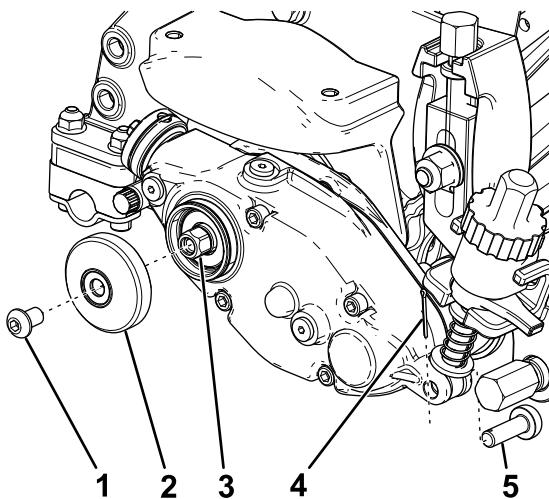

Figura 9
1. Fije la cubierta exterior a la caja de la transmisión del groomer con el tornillo allen retirado anteriormente (Figura 9).
2. Deslice el pasador del regulador a través de la varilla del conjunto del brazo del regulador y la caja de la transmisión del groomer y fíjelo con una chaveta (Figura 9).